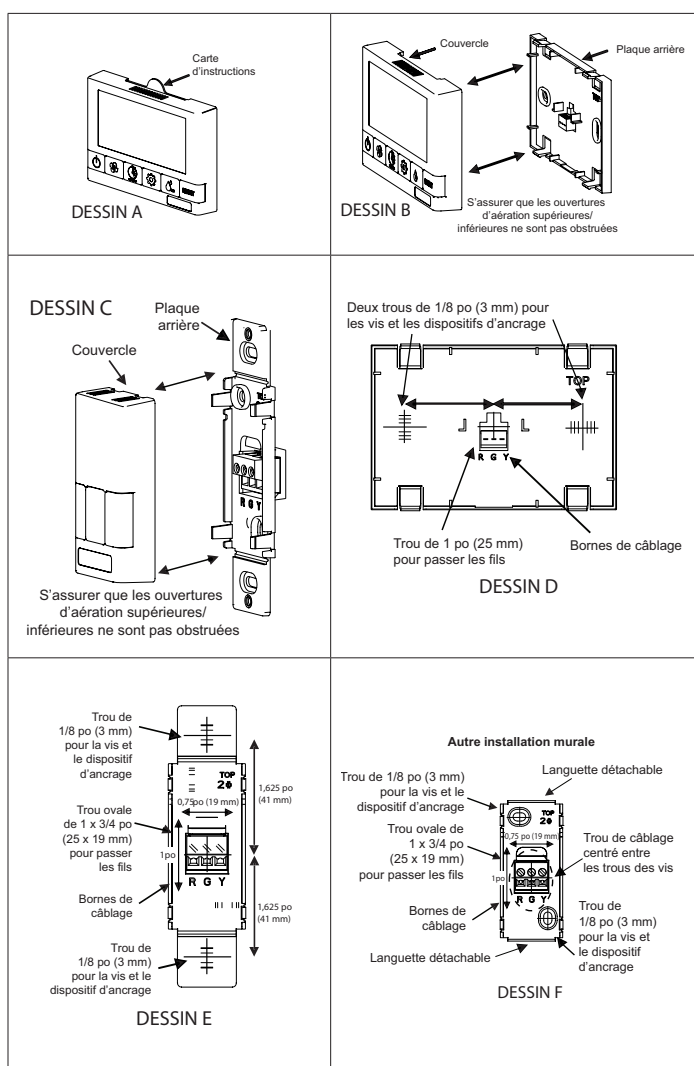

Figure 33. Installation du contrôleur numérique
1. Avec le contrôleur numérique à 5 vitesses / 5 modes, retirez la fiche contenant les instructions d'utilisation du dessus du contrôleur (Figure 33, Dessin A).
2. Séparez le couvercle de la plaque arrière en les écartant fermement (Figure 33, Dessin B ou C). Faites attention de ne pas endommager les broches de contact sur le couvercle.
3. Avec le contrôleur numérique à 5 vitesses / 5 modes, placez la plaque arrière du contrôleur à l'endroit souhaité sur le mur et marquez avec un crayon l'emplacement des trous droit et gauche pour les vis de fixation (Figure 33, Dessin D).
4. Avec le contrôleur mural Déshumidistat/Ventilation, placez la plaque arrière à l'endroit souhaité sur le mur et marquez avec un crayon l'emplacement des trous supérieur et inférieur pour les vis de fixation (Figure 33, Dessin E ou F). Pour monter le contrôleur sans plaque décorative, cassez les languettes supérieure et inférieure et voir la Figure 33, Dessin F, pour le montage.
5. Retirez la plaque arrière du mur et marquez le trou central pour les fils à mi-distance des trous des vis de fixation. Voir la Figure 33, Dessin D, E ou F, pour les dimensions.
6. Percez deux trous de 1/8 po (3 mm) pour les vis et les dispositifs d'ancrage (Figure 33, Dessin D, E ou F). Avec le contrôleur numérique à 5 vitesses / 5 modes, percez un trou d'un pouce (25 mm) au centre (Figure 33, Dessin D). Avec le contrôleur mural Déshumidistat/Ventilation, découpez un trou ovale de 3/4 po (19 mm) par 1 po (25 mm) dans le mur (Figure 33, Dessin E ou F).
8. Connectez les fils rouge, vert et jaune aux bornes situées sur la plaque arrière (Figure 33, Dessin D, E ou F).
10. Remontez le couvercle sur la plaque arrière (Figure 33, Dessin B ou C).
11. Avec le contrôleur numérique à 5 vitesses / 5 modes, remettez la fiche contenant les instructions dans le contrôleur (Figure 33, Dessin A).